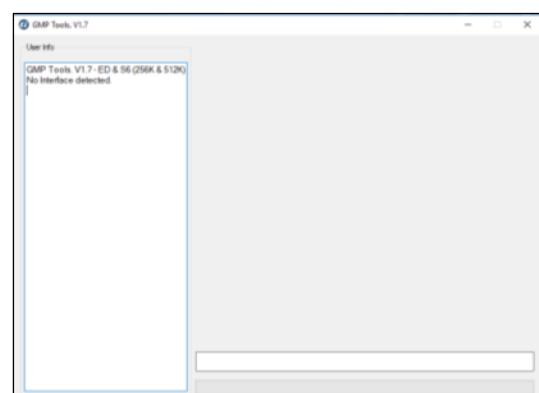

Fig. 2.7
- En el escritorio aparecerá el ícono del programa GMPTools. Para ejecutar el programa, haga doble clic en el ícono y se abrirá el programa (Fig. 2.7).